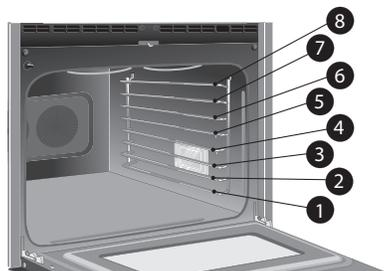

Figure 12 : Emplacement des grilles
- Pour la cuisson des gâteaux et biscuits sur deux grilles, placer l'ustensile de cuisine sur la grille coulissante en 6e position (7 pour les grilles plates) ou en 2e position (3 pour grilles plates) comme illustré à la (Figure 12)